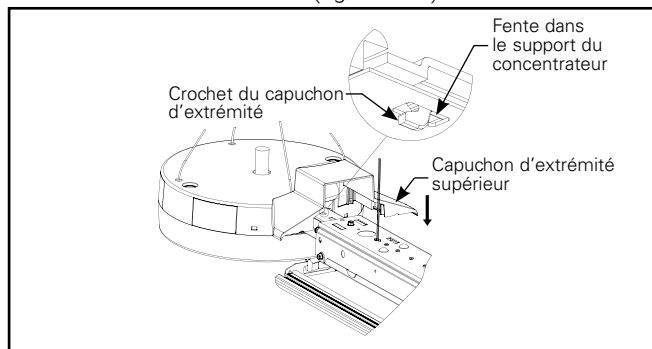

Figure 12.1.
- A. Repérez le crochet du capuchon d'extrémité supérieur dans la fente du support du concentrateur entre le luminaire et le concentrateur (figure 12.1).